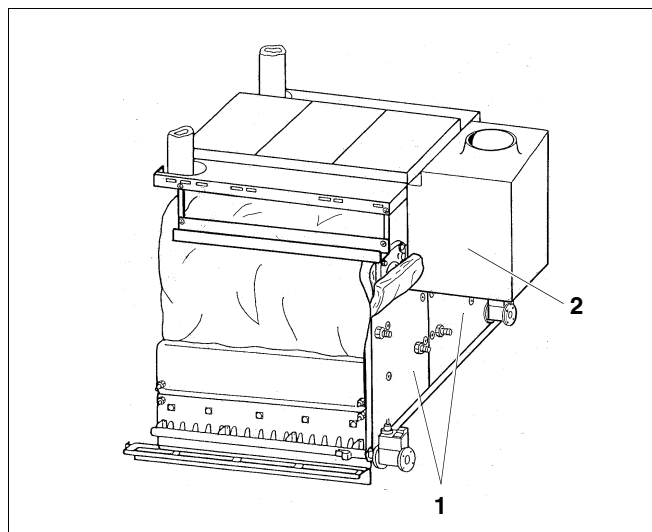

Fig. 54 Montage des parois arrières
- Fixer les deux parois arrières (fig.54, **pos.1**) avec 4 vis à têtes plates 3,9x9,5 par paroi.
Légende pour fig. 54